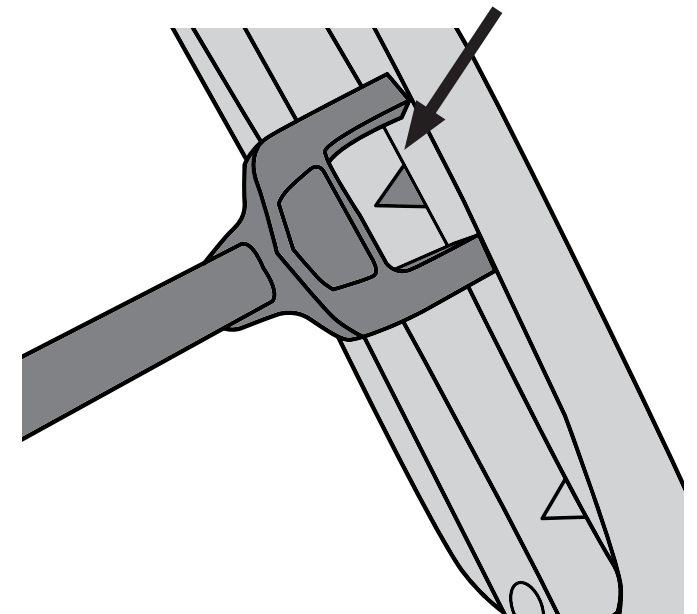

Figura 24
2. Al fijarlo en su posición, alinee las marcas del asiento con una de las tres posiciones reclinables del bastidor (Figura 24).